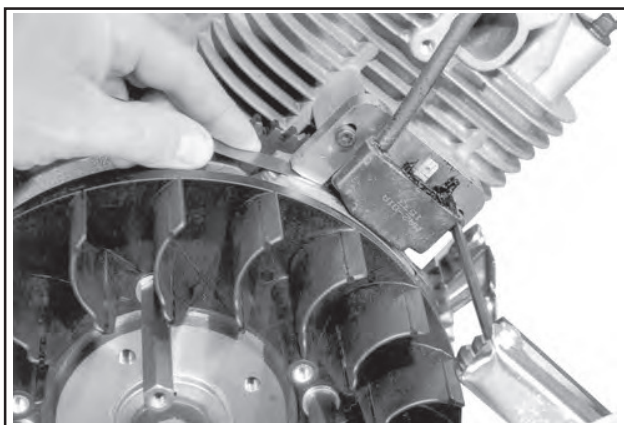

Abbildung 11-50. Einstellung des Luftspalts des Zündmoduls.
5. Eine flache Fühllehre mit **0,30 mm (0,012 Zoll)** zwischen dem Magnet und dem Zündmodul einführen. Siehe Abbildung 11-50. Die Schrauben so weit lösen, dass der Magnet das Modul gegen die Fühllehre herablässt.